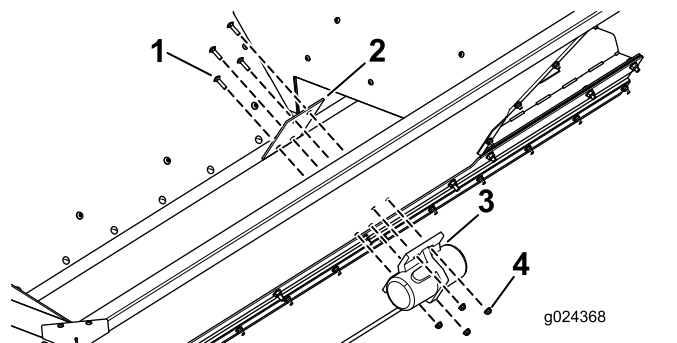

Figura 19
- Prenda a placa de montagem e o vibrador no veículo com quatro parafusos de carroçaria e quatro porcas como se mostra na Figura 19.